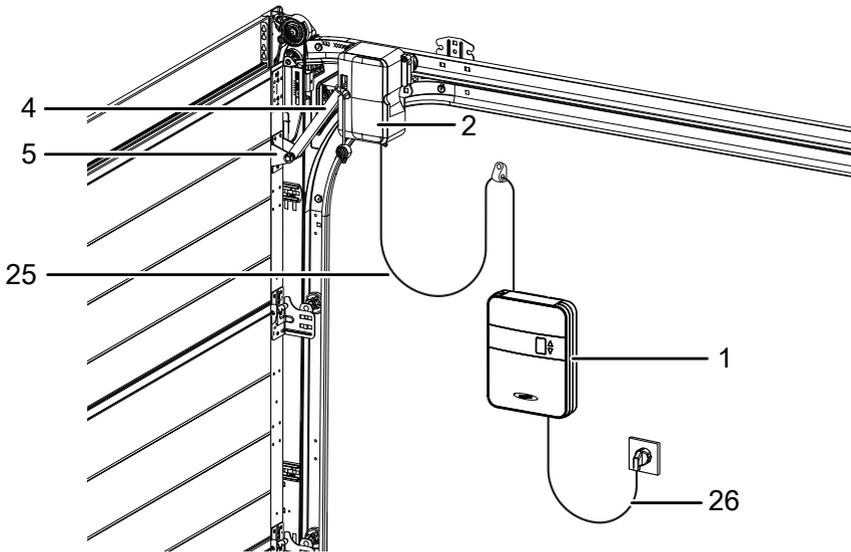

Abb. 1: Produktübersicht - Aufgebaut
Bei Garagentoren mit einer Schlupftür muss ein Schlupftürkontakt (Zubehör) installiert und am Motorkopf (2) angeschlossen werden (Abb. 12a). Lösen Sie die Schrauben der Abdeckung am Motorkopf (2) und nehmen Sie die Abdeckung ab (Abb. 12b). Brechen Sie mit einer Zange die Blindlasche seitlich am Gehäuse des Motorkopfes aus (Abb. 12c). Verlegen Sie das Anschlusskabel entlang des Hebelarms (4) und befestigen Sie es mit Kabelbindern. Achten Sie auf genügend Bewegungsfreiheit des Kabels (Abb. 12d). Schließen Sie das Kabel des Türschlupfkontaktes an den Klemmblock an (Abb. 12e). Setzen Sie die Abdeckung wieder auf das Gehäuse und verschrauben Sie sie (Abb. 12f). Entfernen Sie nach der Installation des Schlupftürkkontaktes im Steuergerät den 8k2- Widerstand an der Klemme G. Siehe auch die Abb. 1 im Kapitel „Übersicht Anschlussplan“.